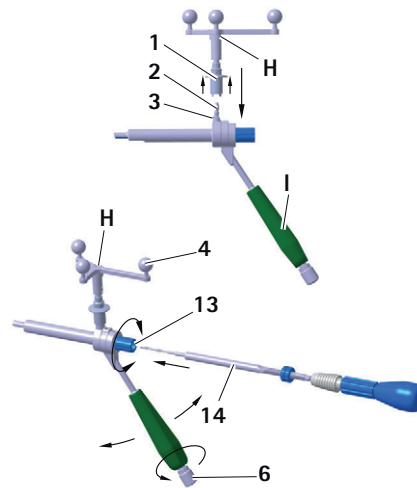

Abb. 10 Montage der Aesculap-Sterneinheit an S⁴C-Führungshülse für Glattschaftschrauben
- ▶ Um sicherzustellen, dass die Kamera eine uneingeschränkte Sicht auf die reflektierenden Markierungskugeln hat, lösen Sie Knauf 6 am Griff S⁴C der Führungsbuchse S⁴C I und drehen Sie die Aesculap Sterneinheit H in die gewünschte Position. siehe Abb. 10.